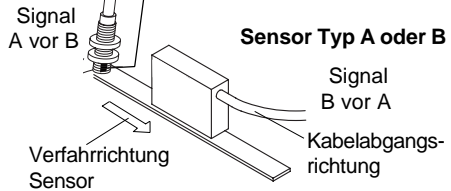

Abb. 6: Definition der Zählrichtung
- **Auf richtige Ausrichtung bezüglich der Zählrichtung achten** (Abb.6).